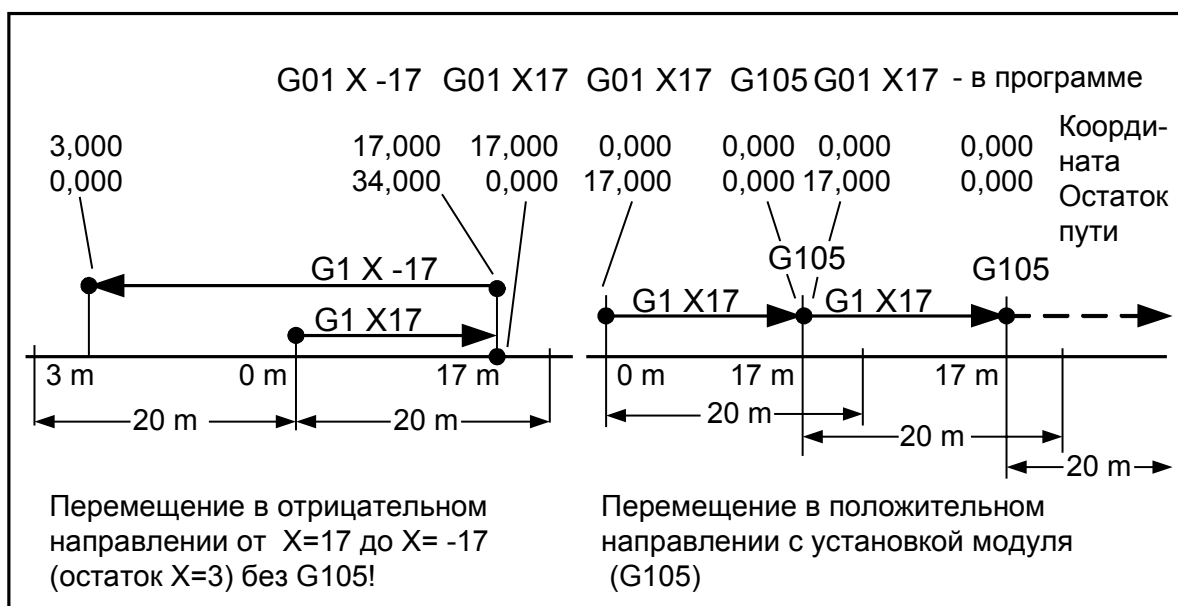

Рис.64.
48. Установка нуля для «модульных» (modulo) осей, т.е. линейных «бесконечных осей», - G105. Инструкция G105 устанавливает программный нуль для условно-бесконечных осей с большими перемещениями. Для таких осей задают модуль перемещения, по достижении которого координата оси сбрасывается в нуль. Значение модуля должно быть как можно большим; например, 20 м. Система ЧПУ не допускает программирования перемещений, превышающих модуль как в положительном, так и отрицательном направлении. Пусть модуль равен 20 м., а отрицательное перемещение равно -17м. По достижении заданного перемещения, оно пересчитывается в положительное +3м. (см.рис.64).